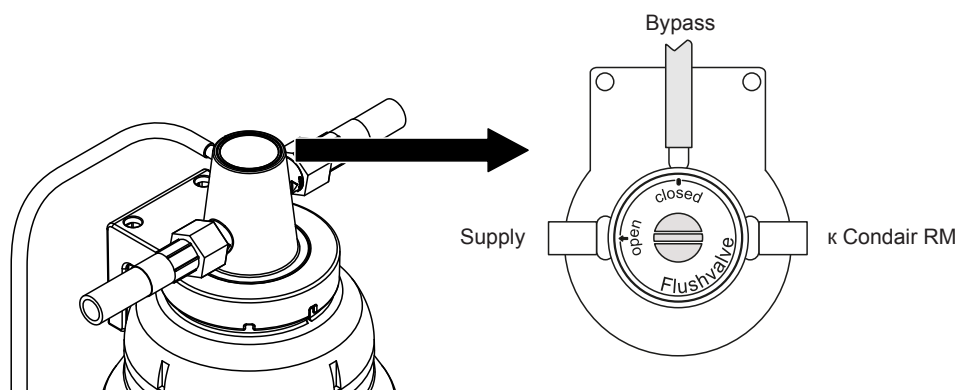

Рис.16: Поверните клапан в положение Supply (Подача воды) (рабочее положение)
12. Поверните клапан на корпусе фильтра таким образом, чтобы указатель Open (Открыт) совпал с отметкой Supply (Подача воды) (см. рис. 16).